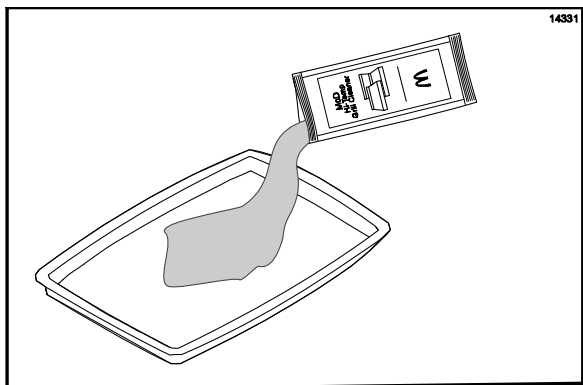

图 87
13. 打开一包 **McD Hi-Temp Grill Cleaner (HTGC)** (麦当劳高温煎炉清洁剂)。将其全部倒入一个干净的餐碟或不锈钢盘内。(请见图 87)